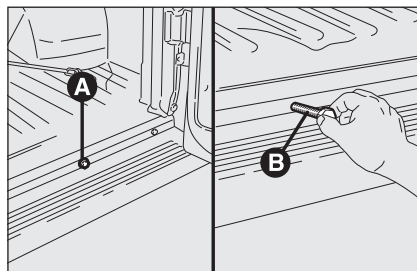
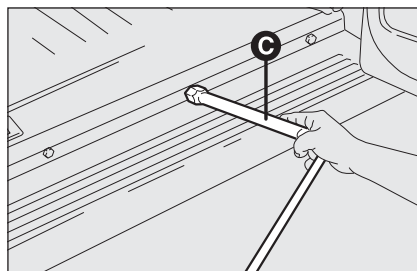
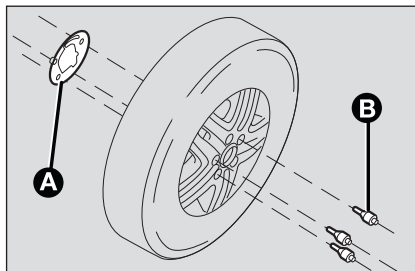

fig. 6
fig. 7
fig. 9c
- Pour les fourgons, ouvrir la porte arrière du compartiment de chargement à 180° et enlever le bouchon du trou **A-fig. 6** pour l'introduction de la rallonge **B-fig. 6** et de la clé de manœuvre **C-fig. 7**;
- introduire la rallonge **B-fig. 6** dans le trou;
- introduire la clé démontage roues **C-fig. 7** et tourner dans le sens inverse des aiguilles pour permettre la descente de la roue de secours;
- introduire la clé de démontage roues **C**-fig. 7 sur la rallonge **B**-fig. 6 et la tourner dans le sens des aiguilles pour permettre la montée de la roue de secours;
- monter sur la jante la plaque prévue **A**-fig. 9c, en la fixant à l'aide des vis **B**-fig. 9c fournies et en se servant de la clé **C**-fig. 7;
- introduire la clé pour le démontage des roues **C-fig. 7** sur la rallonge **B-fig. 6** et la faire tourner dans le sens des aiguilles d'une montre pour permettre à la roue de secours de remonter.
- extraire la rallonge **B-fig. 6** et, avec la clé de démontage **C-fig. 7**, et les placer dans la boîte à outils;